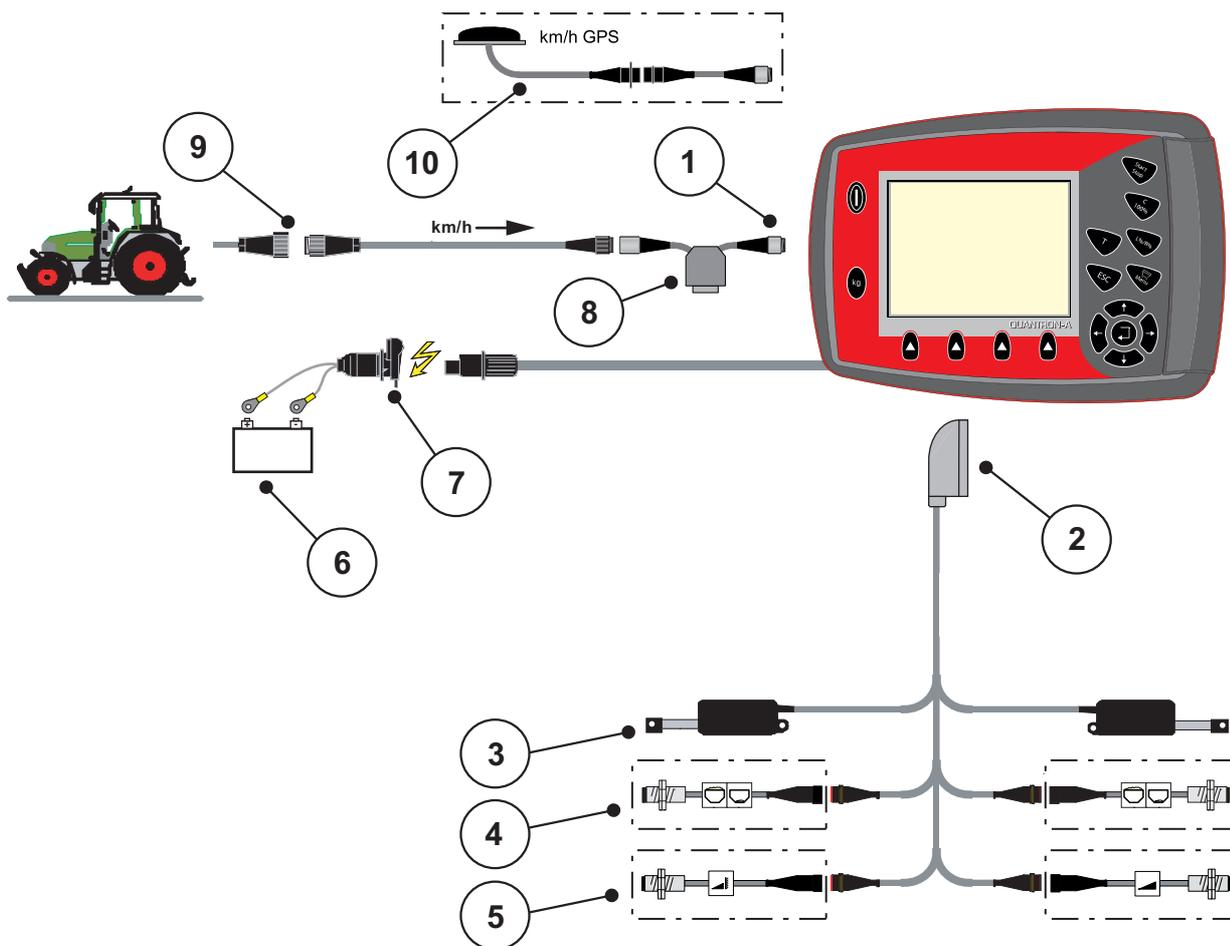
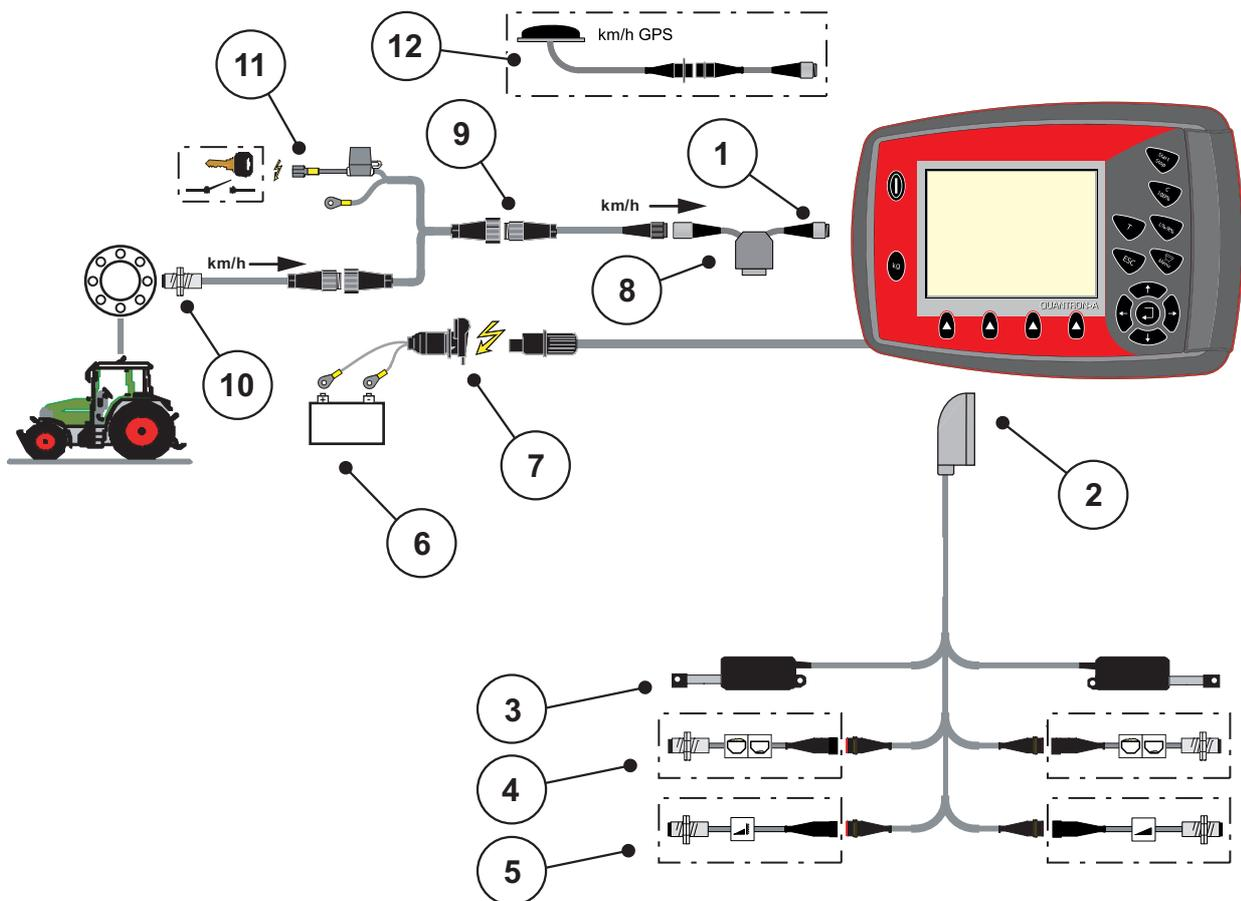

Figure 3.3 : Aperçu schématisé du branchement QUANTRON-A (Standard)
Figure 3.5 : Aperçu schématisé du branchement QUANTRON-A (Alimentation électrique via serrure d'allumage)
Les prises à 7 pôles pour le tracteur et le capteur de vitesse sont disponibles comme équipement complémentaire (en option), voir figure 3.3 à figure 3.5.
- Brancher l'unité de commande à la prise à 7 pôles ou au capteur de vitesse (selon l'équipement, voir figure 3.3 à figure 3.5).